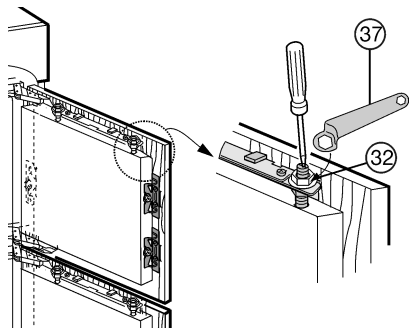

Fig. 26
► Apriete las contratuercas Fig. 26 (32) con la llave anular Fig. 26 (37) sujetando los pernos de ajuste Fig. 26 (33) con un destornillador.